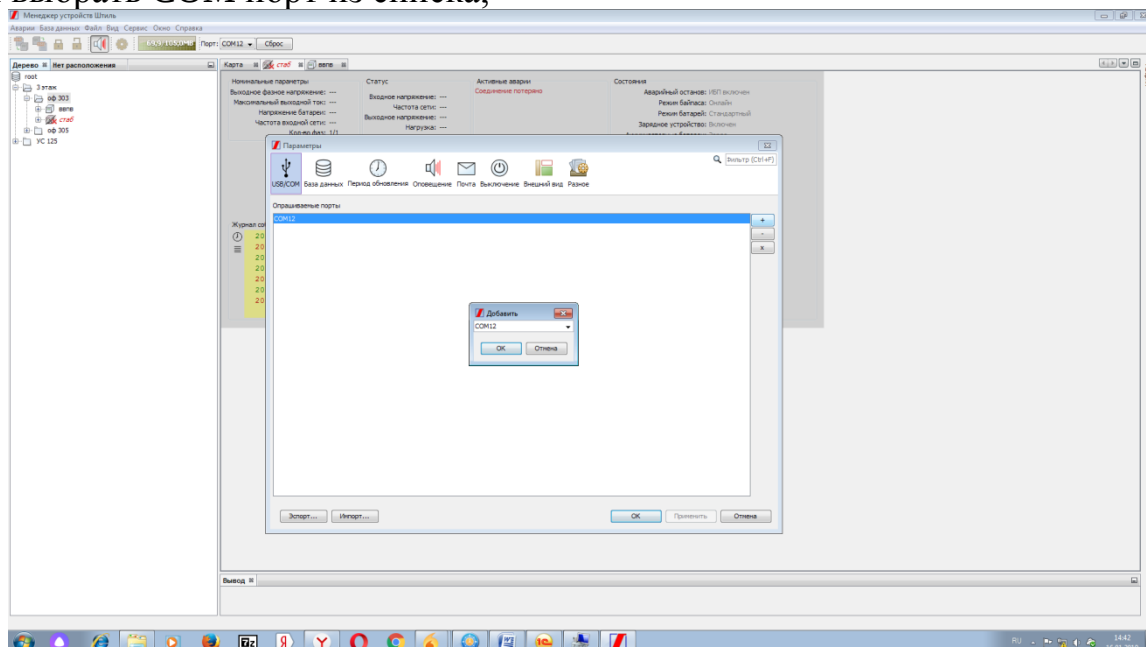

Рисунок 2.2 - Выбор COM порта в программе «ShtylDeviceManager»
3. Выбрать опрашиваемый виртуальный COM-порт, для этого выбрать пункт меню «Сервис\Настройка», далее в окне (рисунок 2.2.) нажать кнопку «+» и выбрать COM порт из списка;